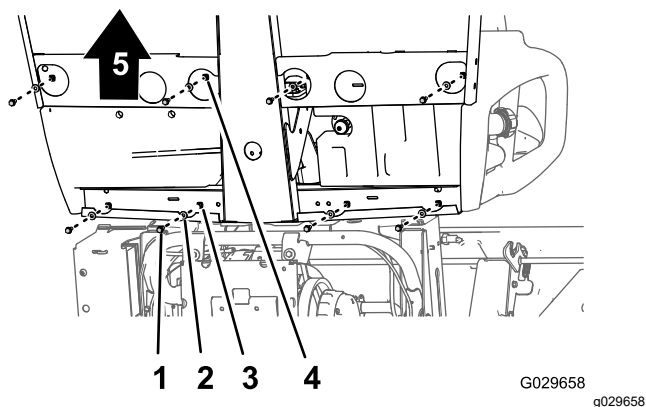
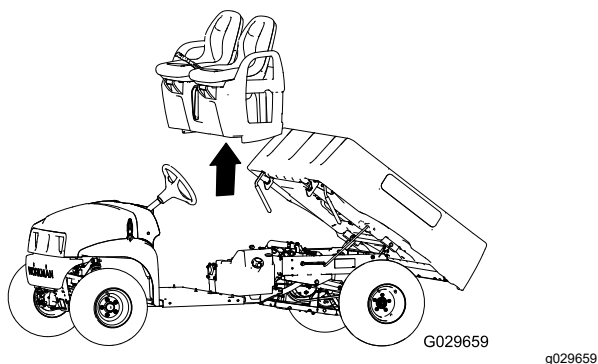

Figura 42
Figura 43
1. Sulla parte inferiore della macchina, rimuovete gli 8 bulloni a testa flangiata e le 8 rondelle che fissano la base del sedile al pianale e al canale posteriore della cabina (Figura 42).
2. Sollevate con cautela i sedili, la base dei sedili e i cavi del freno di stazionamento dalla macchina (Figura 42).
1. Sollevare i sedili e la relativa base sulla macchina e allineare i cavi del freno al telaio (Figura 42 e Figura 43).
2. Allineare i fori nella base del sedile con i fori nel pianale e nel canale posteriore della cabina (Figura 42 e Figura 43).